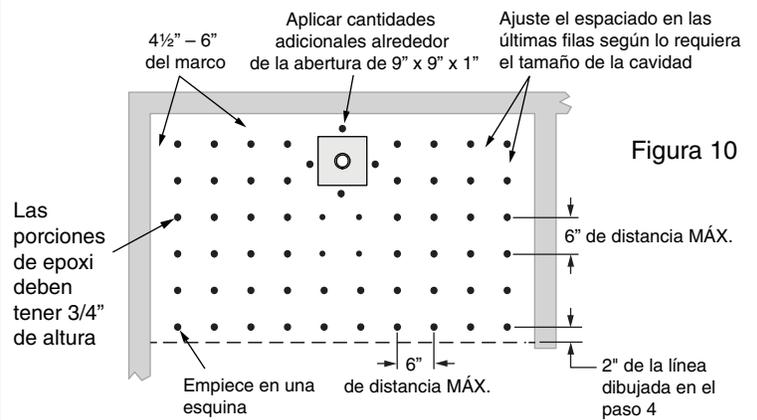

Figura 10
- 5** Barra el contrapiso y elimine todos los residuos del área de la cavidad y de la parte inferior de la unidad para que la resina epóxica suministrada se adhiera correctamente. El piso puede estar húmedo pero no debe haber agua estancada. La Figura 10 muestra el patrón de epoxi necesario para la instalación.